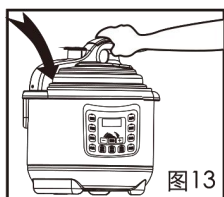

图13
- 先用手紧握锅盖手柄，对准开盖位置的限位边合上，逆时针方向旋转到锅盖限位边，然后听到“咔嚓”的扣合声，锅盖顺利合紧。(见图13、14)